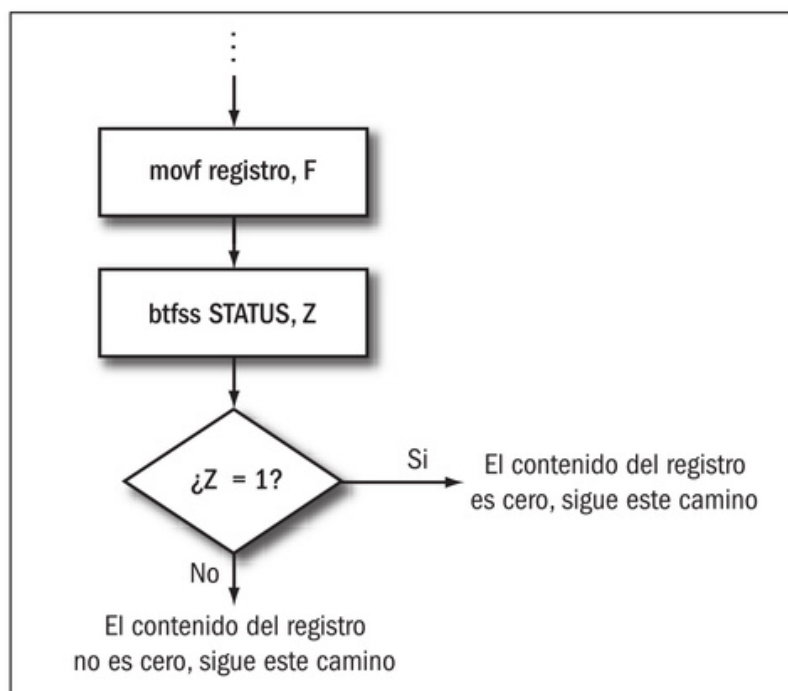

Figura 17. Se utiliza la instrucción *btfss* con el bit Z del registro STATUS para comprobar si un registro contiene el valor 0.
En la **Figura 17** tenemos el funcionamiento de la comprobación de 0. La instrucción **movf** lo que hace es mover el contenido del registro hacia sí, lo cual ocasiona que la bandera de 0 (Z) en el registro STATUS se active (se ponga a 1) si el contenido del registro es 0. De esta forma, al observar el valor que contiene el bit Z se sabe si el contenido del registro es 0 ó no. El fragmento de programa sería algo como: